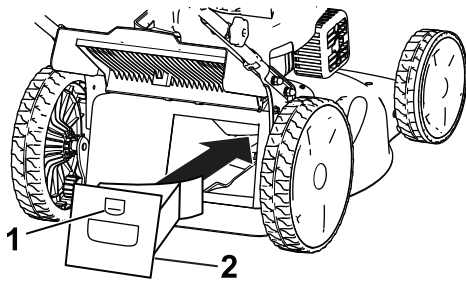

Figura 17
1. Levante y sujete la tapa trasera (Figura 17).
2. Instale el tapón de mulching en la carcasa y bloquee el tapón en el hueco de la carcasa (Figura 17).